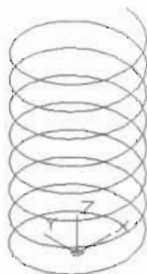

图 14-80
(1) 新建一个 dwg 文件, 执行“视图>三维视图>西南等轴测”菜单命令, 把视图调整为西南等轴测视图。
(2) 执行“绘图>螺旋”菜单命令, 绘制一段螺旋线, 如图 14-80 所示, 命令执行过程如下。